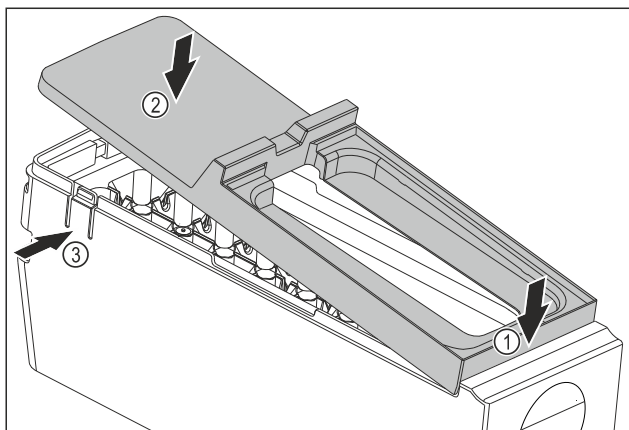

Fig. 113
- ▶ Abdeckung des EasyTwist-Ice-Korpus montieren: Abdeckung vorne ansetzen. Fig. 113 (1)
- ▶ Abdeckung hinten absenken. Fig. 113 (2)
- ▶ Abdeckung rastet hörbar in beiden Laschen Fig. 113 (3) ein.